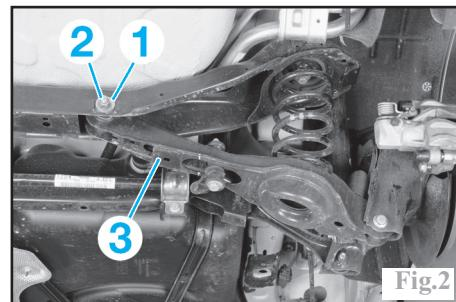

Fig.2
Si la valeur mesurée est hors tolérance, desserrer l'écrou (2) (Fig.2) de came de réglage (1) du bras inférieur arrière (3). Régler le parallélisme des roues de manière identique de chaque côté. Serrer l'écrou de came de réglage (2).